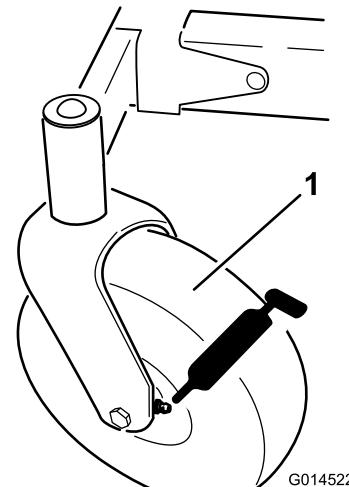
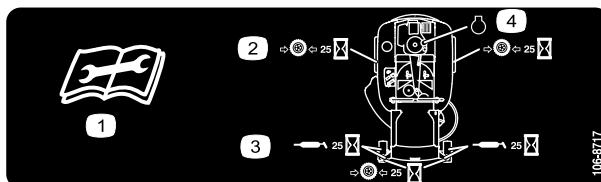

Figura 28
Figura 29
3. Pulite i raccordi d'ingrassaggio (Figura 28 e Figura 29) con un cencio, e togliete eventuali tracce di vernice davanti ai raccordi.
4. Collegate un ingassatore a pressione a ciascun ingassatore (Figura 28 e Figura 29). Pompatate del grasso nel raccordo finché non inizia a fuoriuscire dai cuscinetti.